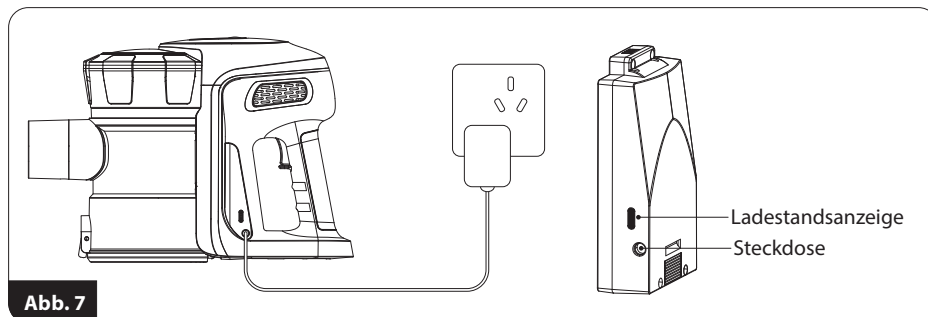

Abb. 7
- Das Ladekabel (25) an die Ladebuchse (6) anschließen und das Ladegerät an die Steckdose (Abb. 7) - die Ladestandsanzeige (7) leuchtet rot auf, was den Ladevorgang anzeigt.